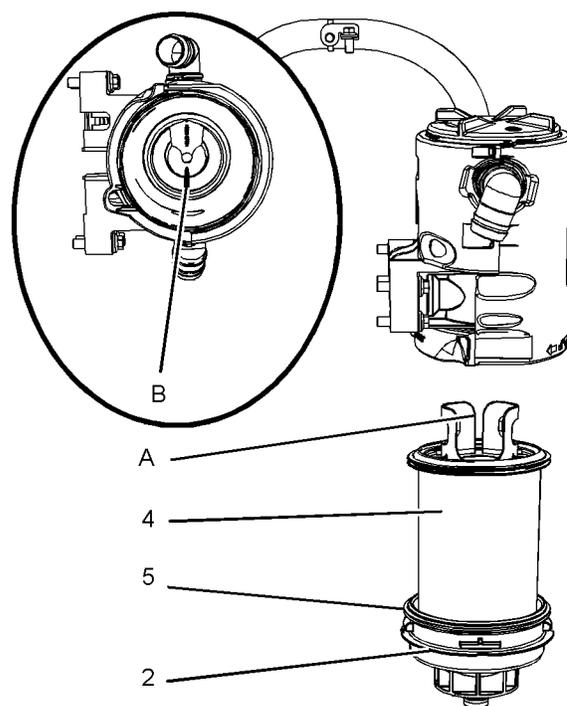

Abbildung 69
- Eine neue Dichtung (5) einbauen. Einen neuen Filter in den unteren Deckel (2) einbauen.
- Die Position (A) am Filterelement an Position (B) am oberen Deckel ausrichten. Siehe Abbildung 69.